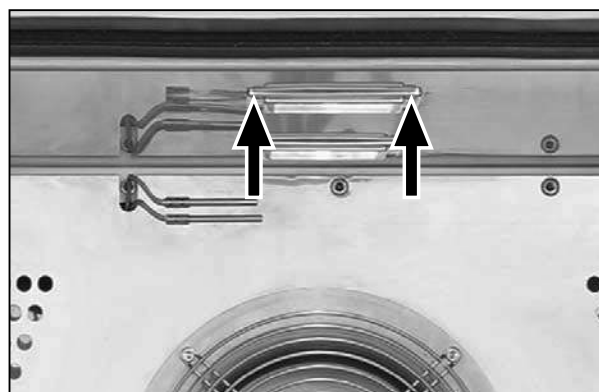

Fig. 42 Iluminación de la cámara de trabajo
1. Aflojar los cuatro tornillos de sujeción de la placa de cristal que hay en el techo de la cámara de trabajo y extraer la placa de cristal (Fig. 42).